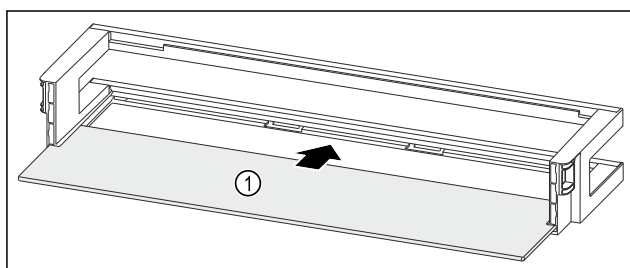

Fig. 214 Türabsteller mit Abstellfläche
- Abstellfläche Fig. 214 (1) in die seitlichen Aussparungen einschieben.